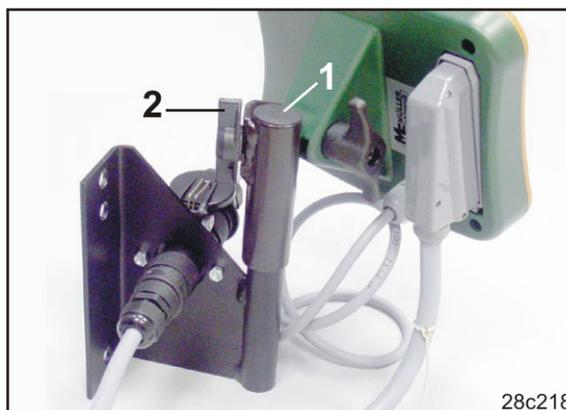

Fig. 18
1. Fijar la contrapieza (Fig. 18/1) en el soporte y apretar con el tornillo de mariposa (Fig. 18/2).